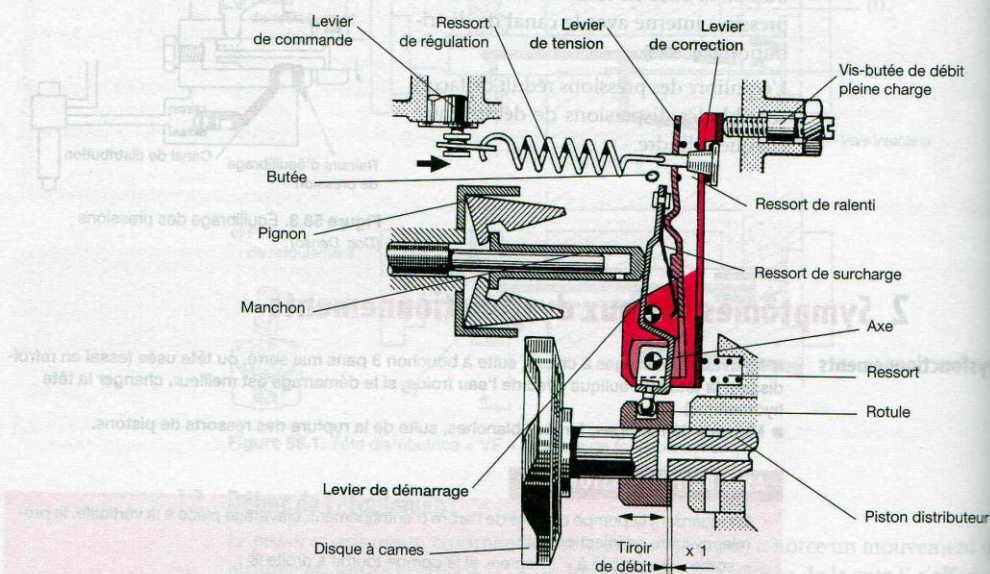

Figure 59.2. Système de régulation « toutes vitesses » sur une pompe VE (en position ralenti)
- le levier de démarrage, muni d'un ressort de surcharge (à lame ou en spirale), est en liaison directe par une rotule avec le tiroir de débit (fig. 59.2) ;
- le levier de tension, permettant la fixation des ressorts de ralenti et de grande vitesse (tension variable suivant le déplacement du levier extérieur d'accélération) (fig. 59.2) ;
- le levier de correction, en appui sur la butée de réglage du débit de pleine charge (fig. 59.2).
La *vitesse* de rotation augmente et les *masses*, sous l'effet de la *force centrifuge*, vont amener le levier de démarrage en appui sur le levier de tension en comprimant le ressort de surcharge plus faible (fig. 59.2).
Le *débit* de surcharge s'élimine automatiquement par la réduction de la « course utile » (déplacement du tiroir de régulation vers l'arrière) ( $\times 1$ , (fig. 59.2)) et devient la position « débit pleine charge » réglée par la vis butée du levier de correction (fig. 59.2).
Le ressort de régulation est détendu et la régulation s'effectue sur le « ressort de ralenti » (fig. 59.2).